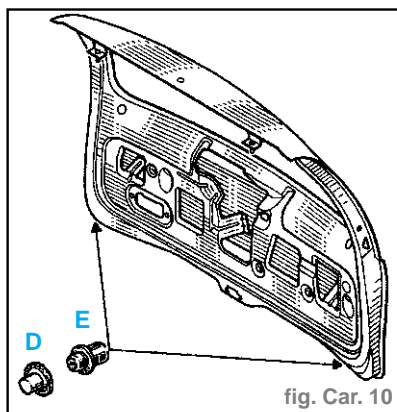

fig. Car. 10
- Le réglage de la gâche s'effectue avec deux personnes. Pour cela, crocheter la serrure sur sa gâche et presse l'ouvrant sur ses butées basses fixes (D) et (E) (fig. Car. 10)